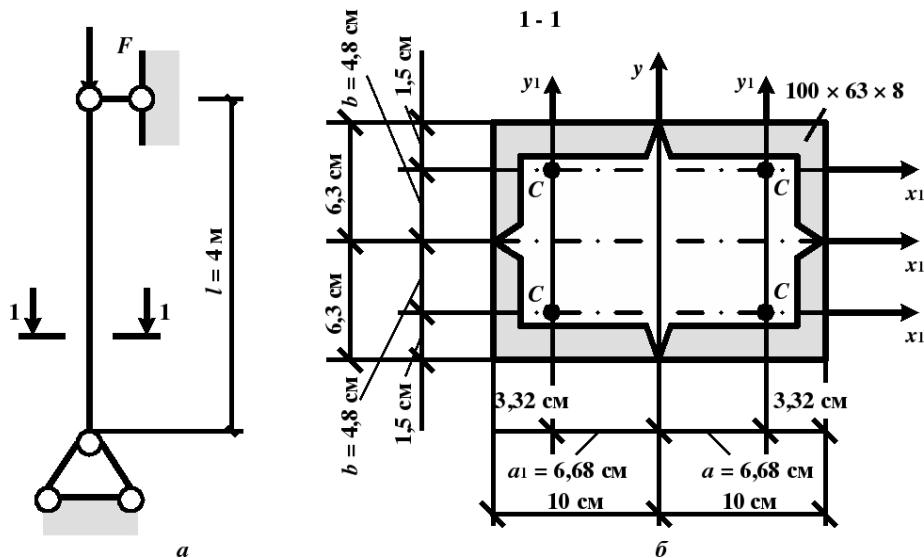

Рис. 2
**Пример 2.** Определить допускаемое значение сжимающей силы для центрально-сжатого стержня, показанного на рис. 2, а. Материал стержня сталь – марки С-245.
2. Площадь поперечного сечения стержня (рис. 2, б)